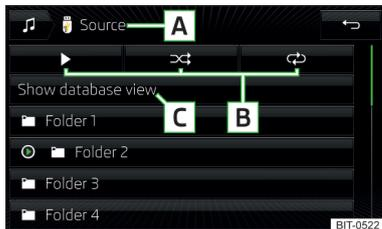
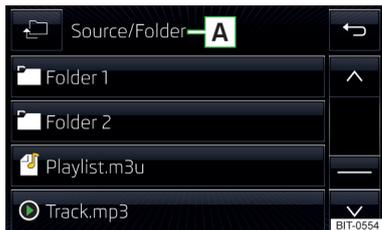

Abb. 162
Abb. 163
**Ordner-/Titelliste** » Abb. 162 bzw. » Abb. 163